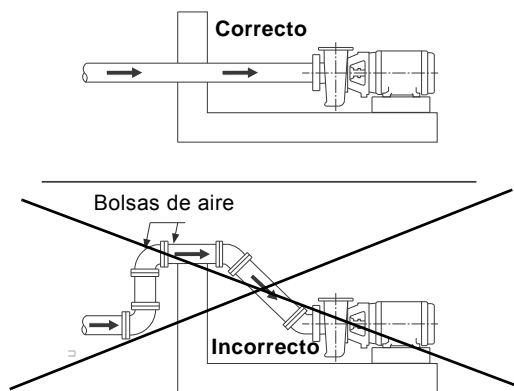

Fig. 3 Prevención de bolsas de aire
- Deben evitarse las elevaciones y bucles (consulte la fig. 3), ya que podrían dar lugar a bolsas de aire, acelerar el sistema o causar patrones de bombeo erráticos.